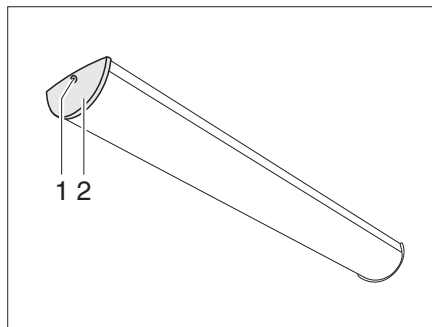

Bild 297 Wohnraumleuchte
- Schraube (Bild 297,1) herausdrehen und Abdeckung (Bild 297,2) abnehmen.